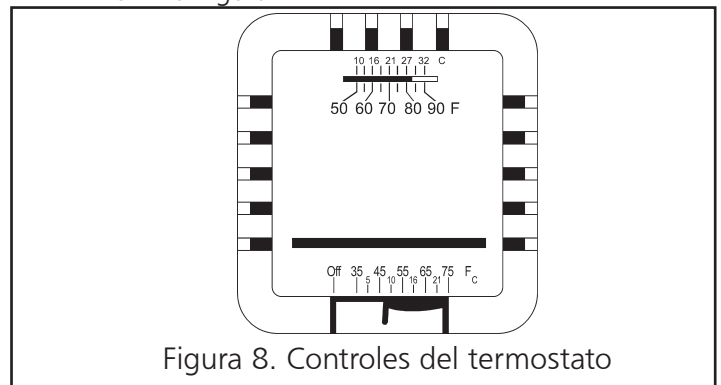

Figura 8. Controles del termostato
- B. Coloque el termostato en posición de apagado (OFF). Consulte la Figura 8.